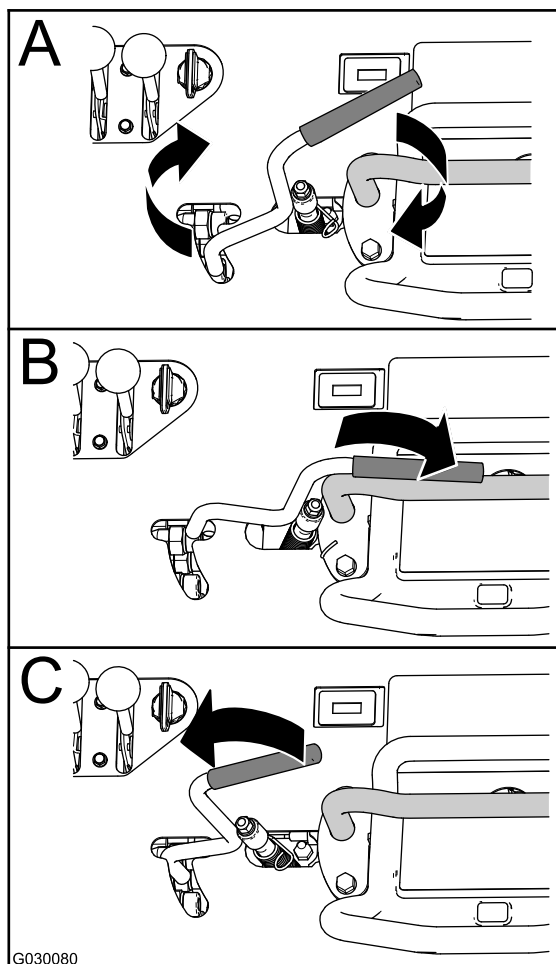

Рисунок 1
4. Поверните орган управления траншеекопателем по часовой стрелке (А на Рисунок 1).
5. Переведите рычаг управления траншеекопателем до упора вперед (В на Рисунок 1) и до упора назад (С на Рисунок 1) 4-5 раз.